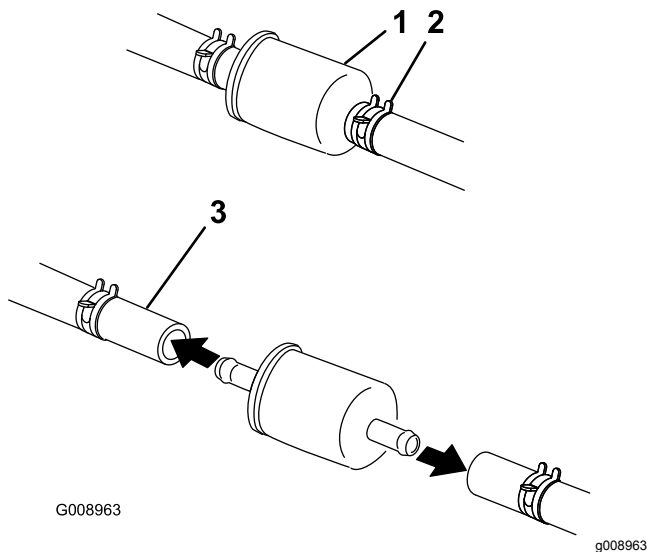

Bild 59
5. Drücken Sie die Enden der Schlauchklemmen zusammen und schieben Sie sie vom Filter weg (Bild 59).
7. Setzen Sie einen neuen Filter ein und schieben Sie die Schlauchklemmen an den Filter heran (Bild 59).